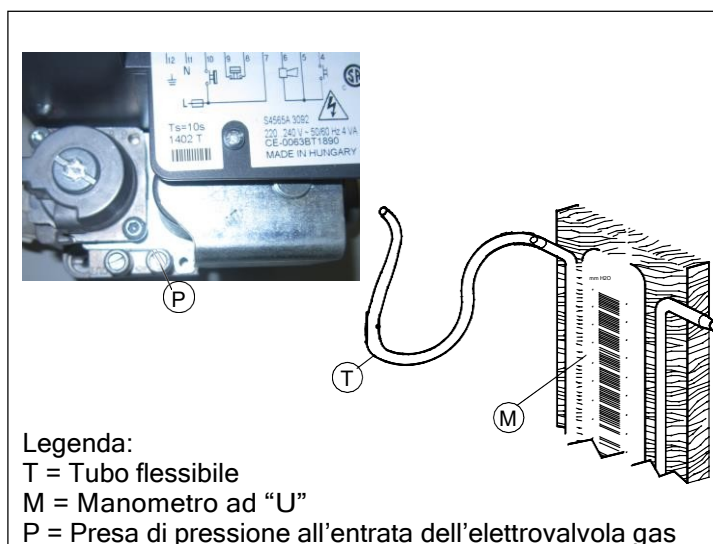

Fig. 6
3.2 Controllo della pressione di allacciamento (Fig. 6)